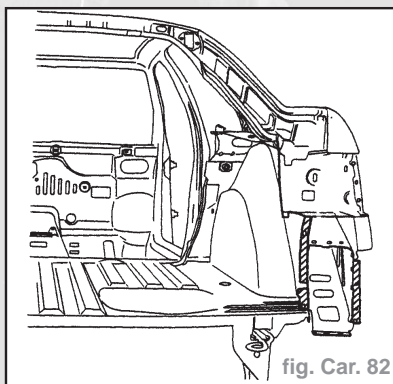

fig. Car. 82
- Redresser les bords d'accostage et les protéger par un apprêt soudable (fig. Car. 82).